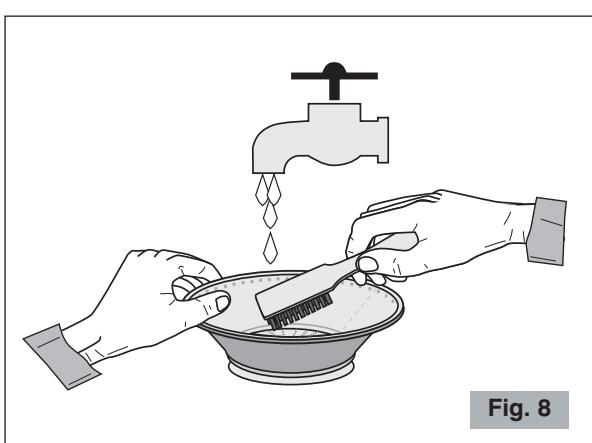

Fig. 8
- Para obtener un rendimiento superior de zumo controlar siempre que el filtro haya sido limpiado cuidadosamente utilizando un cepillo de nylon. Utilizando este cepillo, mantener el filtro bajo el grifo y cepillar la parte interna del tamiz (véase Fig. 8), después controlar en contraluz que no haya agujeros obstruidos en el tamiz. Si hubiera agujeros obstruidos, inmergir el filtro en una solución de agua caliente con el 12% de zumo de limón o vinagre para que se liberen los agujeros. En alternativa lavar el filtro en el lavavajillas.
Pulpa expulsada muy mojada e inferior cantidad de zumo extraído.	<ul style="list-style-type: none"> • Probar licuar más lentamente apretando la fruta con menor fuerza. • Asegurarse siempre que el filtro haya sido limpiado cuidadosamente utilizando un cepillo de nylon. Utilizando este cepillo, mantener el filtro debajo del grifo y cepillar la parte interna del tamiz (véase Fig. 8), después controlar en contraluz que no haya agujeros del tamiz obstruidos. Si hubiera agujeros obstruidos, inmergir el filtro en una solución de agua caliente con el 12% de zumo de limón o vinagre para que se liberen los agujeros. Como alternativa lavar el filtro en lavavajillas. • Fruta demasiado madura.